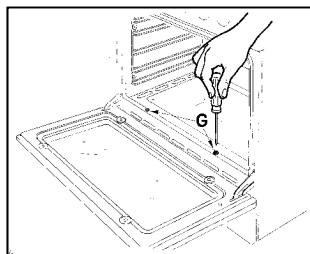

Fig 8
1. Togliere il piano forno togliendo le viti **G** e rimuovere il piano (**Fig.8**).